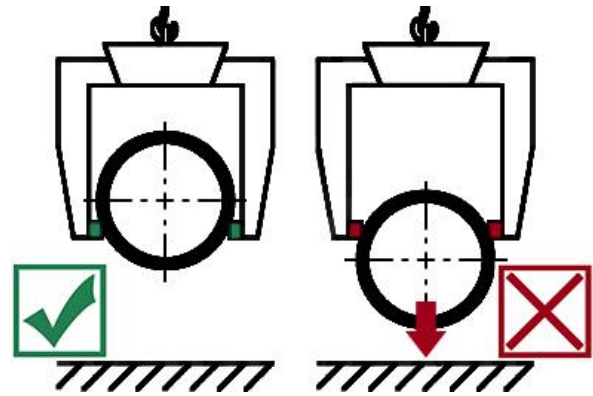

Abb. 2
- Die höhenverstellbare Auflage muss immer so eingestellt sein, dass die Greifbacken das Betonrohr immer unterhalb des größten Rohrdurchmessers greifen, da ansonsten Abgleitgefahr besteht! → Abb. 2